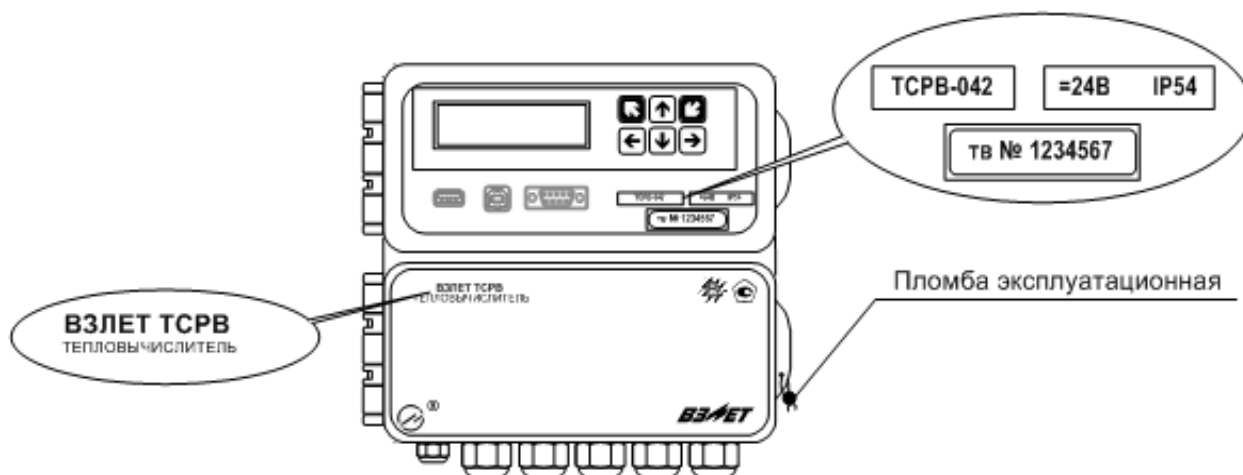

Рис.3. Вид и размещение маркировки и возможных мест пломбирования корпуса ТВ.
1.7.1. Маркировка на лицевой панели верхнего и нижнего отсека ТВ (рис.3) содержит:
1.7.4. Для защиты от несанкционированного доступа при транспортировке, хранении и эксплуатации может пломбироваться проушина на крышке нижнего отсека (рис.3).